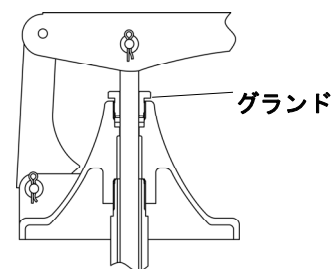

Fig.4
- ・ ハンドルの操作が重くなった場合には、グランドを少し緩め、油を数滴してから締め付けてください。(Fig.4)